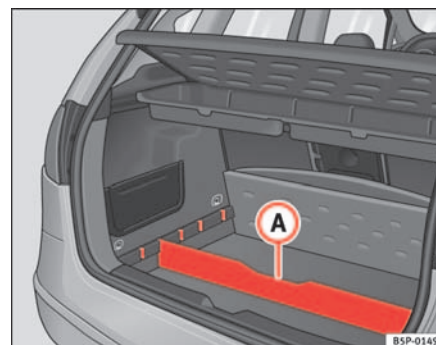

Fig. 104 Separador do piso do porta-bagagens ►
- Coloque o separador **A** ⇒ página 141, fig. 104, nas ranhuras laterais consoante o tamanho dos objectos a transportar. Debaixo do porta-objectos encontram-se as ferramentas de bordo e a roda sobressalente.